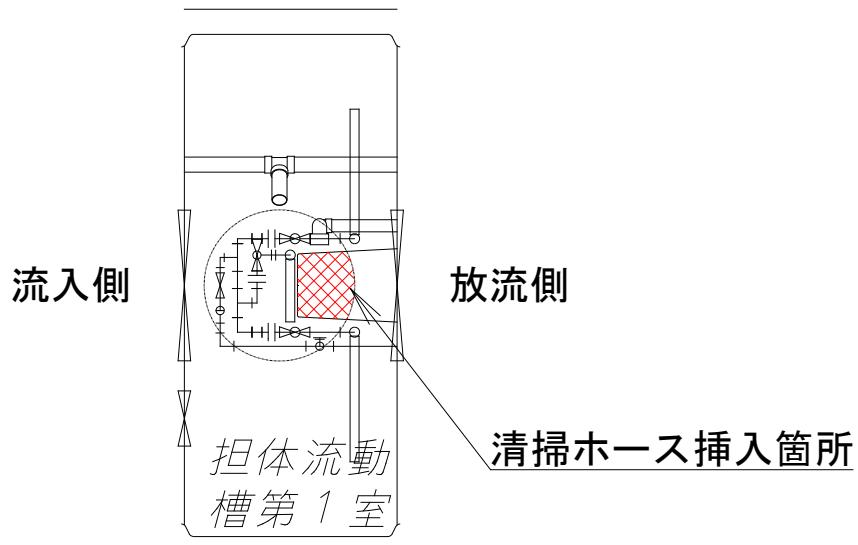

図4-2 担体流動槽第一室における清掃ホース挿入箇所
①ばっ氣を停止し、しばらく時間を置いて汚泥を沈降させてください。
②間欠定量移送装置の移送水が吐出し終わる直前（エアが吐出する前）に、間欠定量移送装置用エアバルブを閉じます。
③吐出管・エア管のユニオンを外し、間欠定量移送装置を槽外に取り出します。
④間欠定量移送装置収納部底部へホースを挿入し、汚泥を適正量（低負荷時の対策3を実施の場合は全量）引き抜いてください（図4-2参照）。
⑤間欠定量移送装置を元の取り付け位置に戻し、ユニオンをしめます。
⑥エアバルブを元の位置に戻し、移送水量の確認・調整を行います。